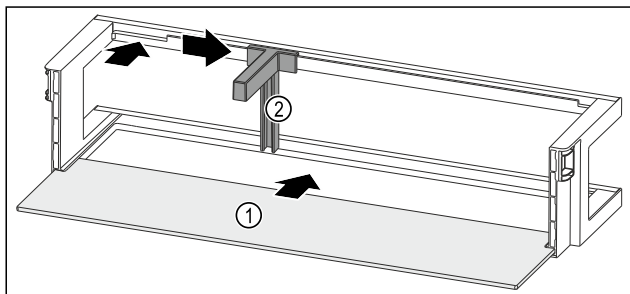

Fig. 53 Raft montat pe ușă cu raft
- ▶ Împingeți în interior raftul Fig. 53 (1) în degajările laterale.
- ▶ Introduceți suportul pentru sticle Fig. 53 (2) în degajare.
- ▶ Împingeți în lateral suportul pentru sticle Fig. 53 (2) în poziția dorită.